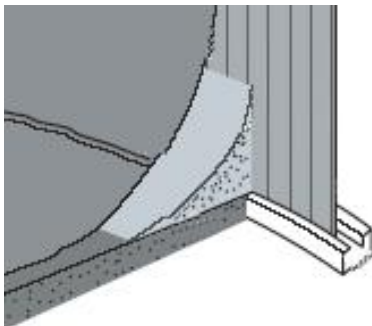

Abb. 13
- Die Schweißnaht zwischen Boden und Wand soll ungefähr in der Mitte der Hohlkehle liegen. Die anderen Schweißnähte bilden gerade parallele Linien quer über den Poolboden (Abb. 13, 14).